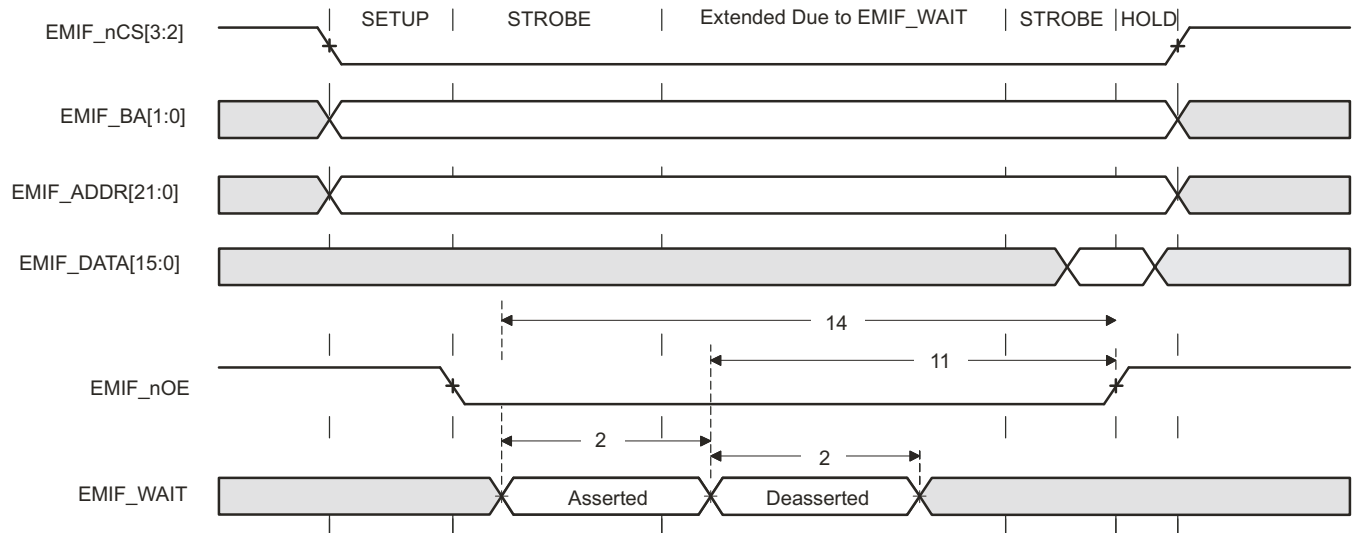
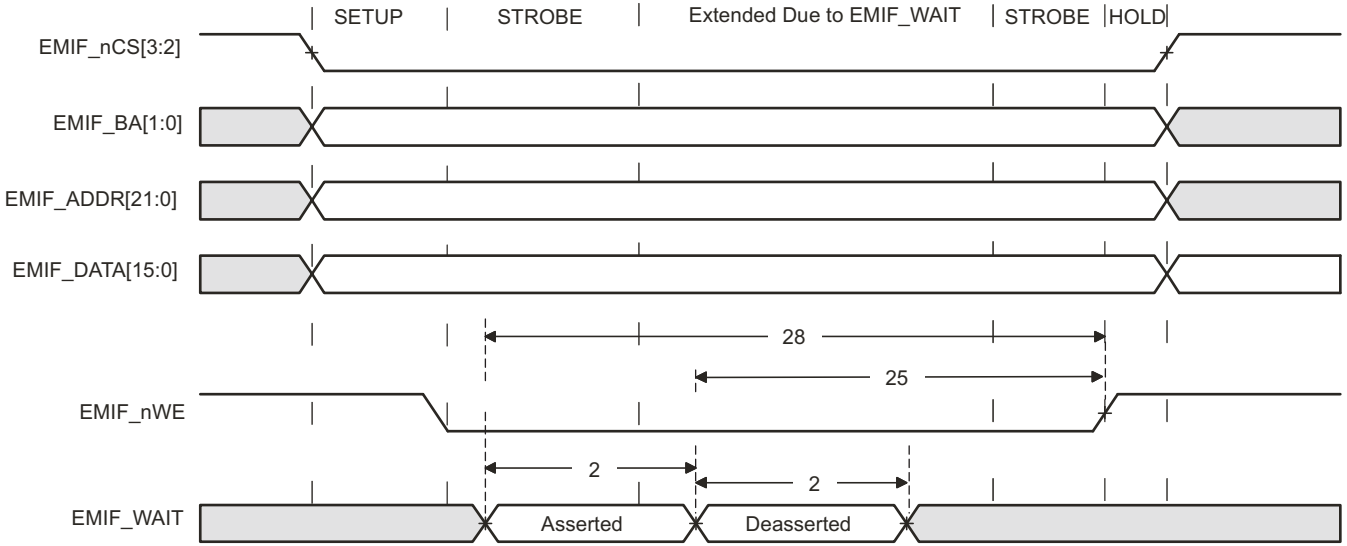

图 5-12. EMIFnWAIT 读取时序要求
图 5-14. EMIFnWAIT 写入时序要求
(1) 在 STROBE 阶段的末尾前建立 (如果没有扩展等待状态被插入), 此时 EMIFnWAIT 必须被置为有效来添加扩展等待状态。图表图 5-12 和图表图 5-14 描述了 EMIF 操作, 此操作包括选通 (STROBE) 阶段的扩展等待状态被插入。然而, 被插入这个扩展等待周期中作为其一部分的周期不应被计算在内; 如果没有扩展等待周期, 4E 要求是从保持 (HOLD) 阶段将开始的位置启动。